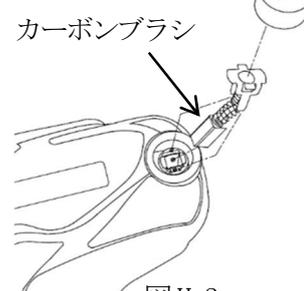

図 H-2
2. 交換はブラシキャップをドライバーで取り外して行います。(図 H-2)